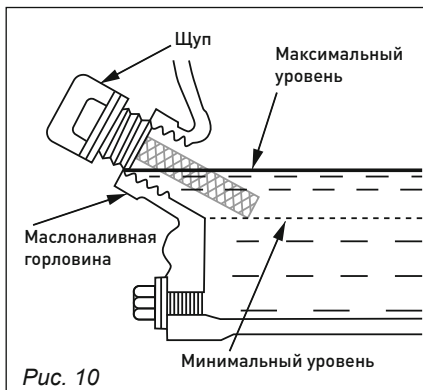

Рис. 10
2. Открутите пробку горловины для заливки масла в картер (рис. 10).
Залейте моторное масло (заправочный объем см. таблицу п. 2 «Технические характеристики»), произведите визуальную проверку уровня масла, при правильном уровне моторное масло должно доходить до края резьбы заливной горловины (рис. 10).